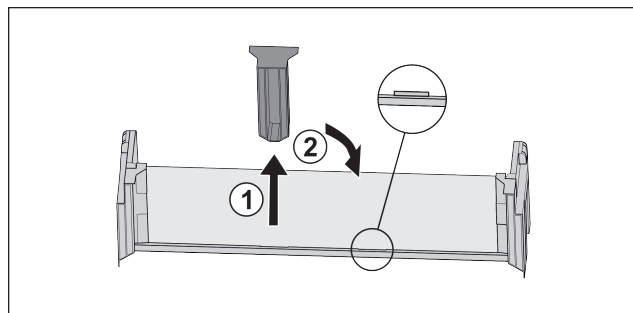

Fig. 65
- ▶ Снимите среднюю поддерживающую деталь Fig. 65 (1).
- ▶ Вставьте среднюю поддерживающую деталь во вторую позицию Fig. 65 (2).